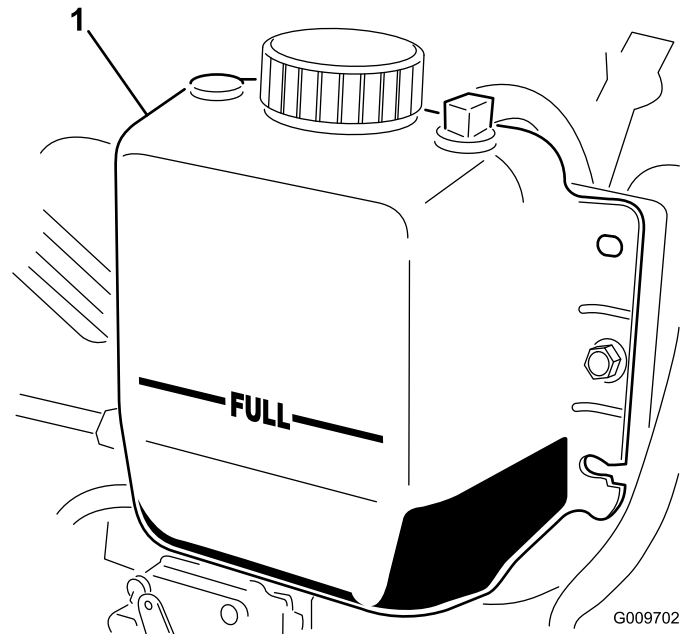

Bild 14
2. Prüfen Sie den Kühlmittelstand im Kühler. Der Kühler muss bis zur Oberseite des Einfüllstutzens und der Ausdehnungstank bis zur VOLL-Marke gefüllt sein (Bild 14).